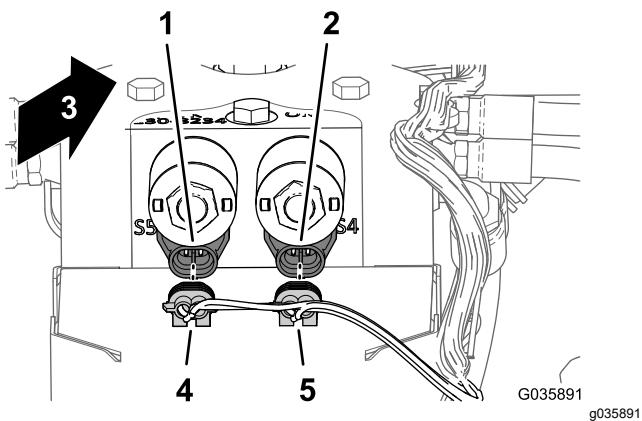

Figura 27
2. Nella parte posteriore del collettore del cilindro di sollevamento, collegate i 2 connettori elettrici del cablaggio preassemblato per la barra Sonic Boom ai solenoidi per il controllo dell'attivazione di Sonic Boom, come illustrato nella Figura 27.